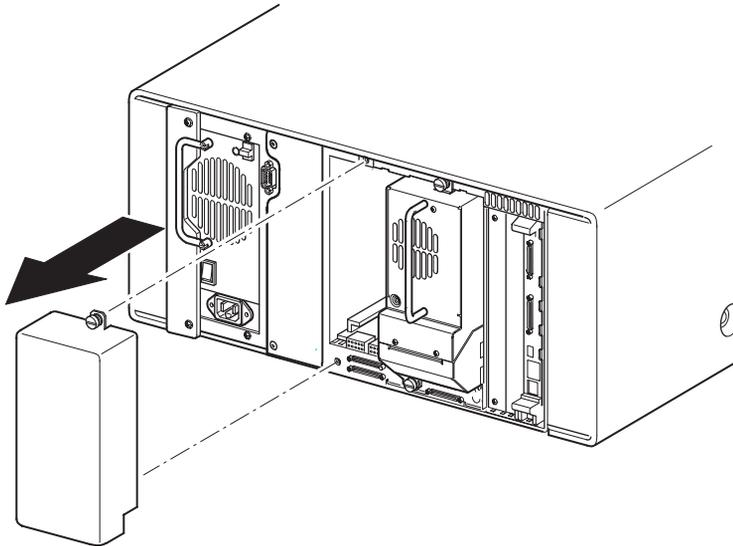

Abbildung D-1: Entfernen einer Leerblende von einem Laufwerksschacht (MSL5026 abgebildet)
2. Entfernen Sie die Leerblende, mit der der gewünschte Laufwerksschacht abgedeckt ist (siehe Abbildung D-1). Bewahren Sie die Blende zur späteren Verwendung auf.